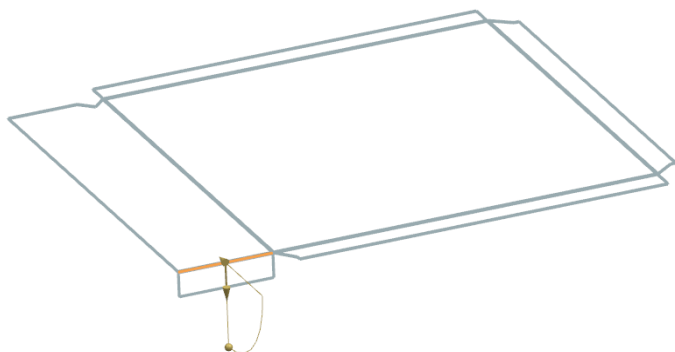

图 11-96 选择弯边
(2) 设置“宽度选项”为 完整，“长度”为 20，“角度”为 90，参考长度为“外部”，“内嵌”为“材料外侧”，在“折弯止裂口”和“拐角止裂口”下拉列表框中选择“无”。
(3) 选择弯边，同时在视图区预览显示所创建的弯边，如图 11-96 所示。